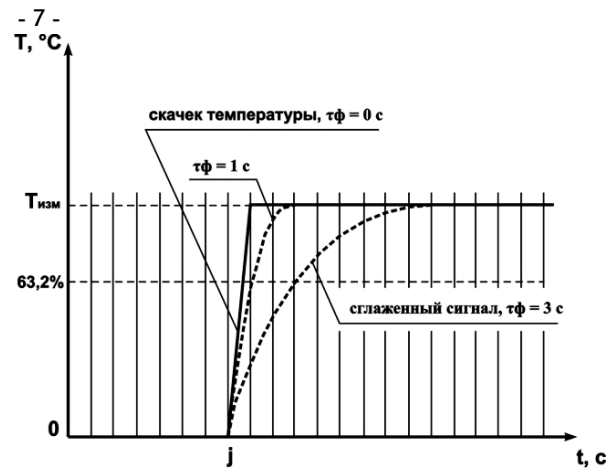

Рисунок 3.6
3.2.4.2 Цифровой фильтр устраняет шумовые составляющие сигнала, осуществляя его экспоненциальное сглаживание. Основной характеристикой экспоненциального фильтра является $\tau\phi$ – постоянная времени цифрового фильтра, параметр F_t1 (F_t2, F_t3, F_t4) – интервал, в течение которого температура достигает **63,2%** измеренного значения $T_{изм}$ (рисунок 3.6).